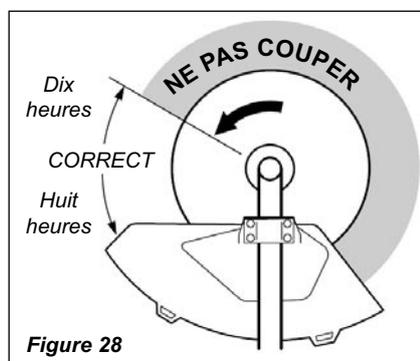

Figure 28
- Éviter le rebond de la lame en maintenant la lame visible durant le fonctionnement. Observer la coupe à tout moment. Couper **UNIQUEMENT** de petits arbres ou des branches en positionnant la lame entre les positions 8 heures et 10 heures comme illustré sur la figure 28. Ne jamais tenir la lame d'une autre manière. Lors de la coupe de broussailles, actionner la lame de droite à gauche, en maintenant la lame à l'avant. Maintenir la lame légèrement inclinée vers le bas afin d'éviter l'accumulation de débris sur le bord de la lame.